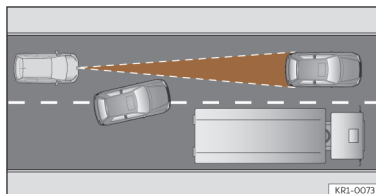

Fig. 140 Mudança de faixa de um veículo.
- Veículos que mudem para a faixa na qual circula a pouca distância do veículo >>> **Fig. 140**.